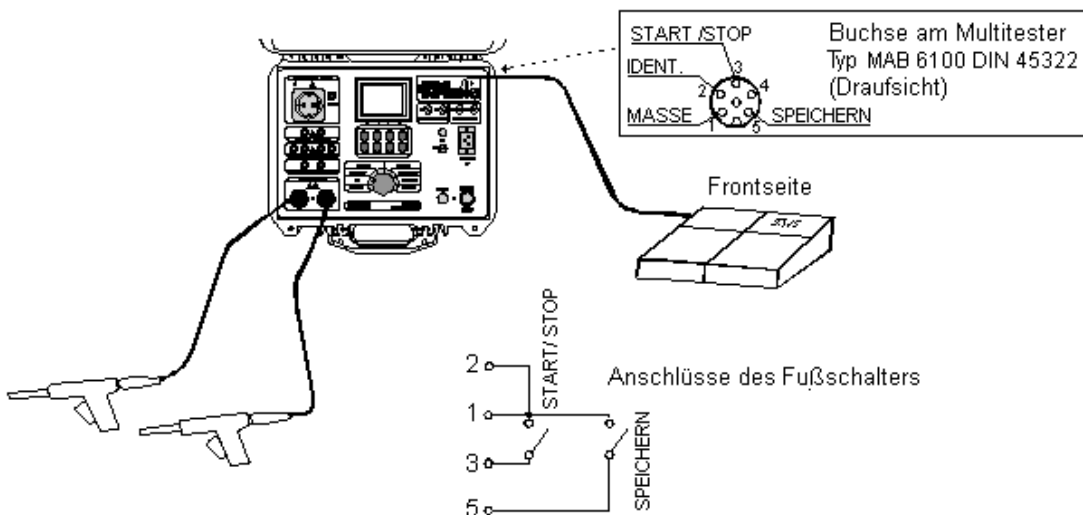

Abb. 56. Anschluss des Fußschalters an den Multitester
- Schritt 1.** Schließen Sie den Fußschalter wie in Abb. 56 gezeigt an den Multitester an und führen Sie die erste Messung durch Drücken des **START/STOP**-Schalters durch.